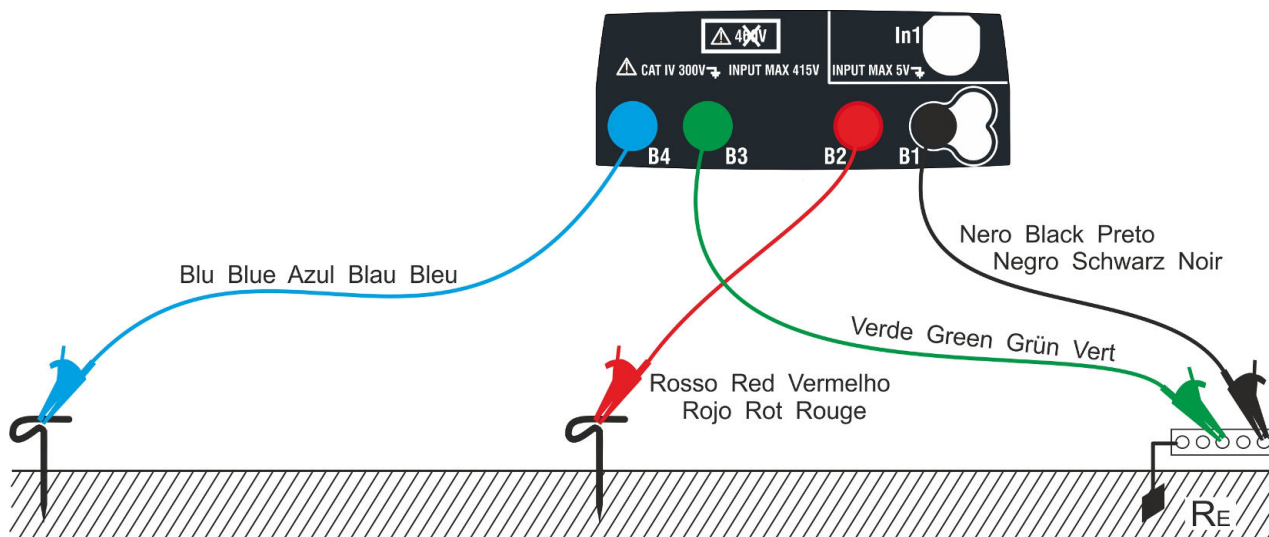
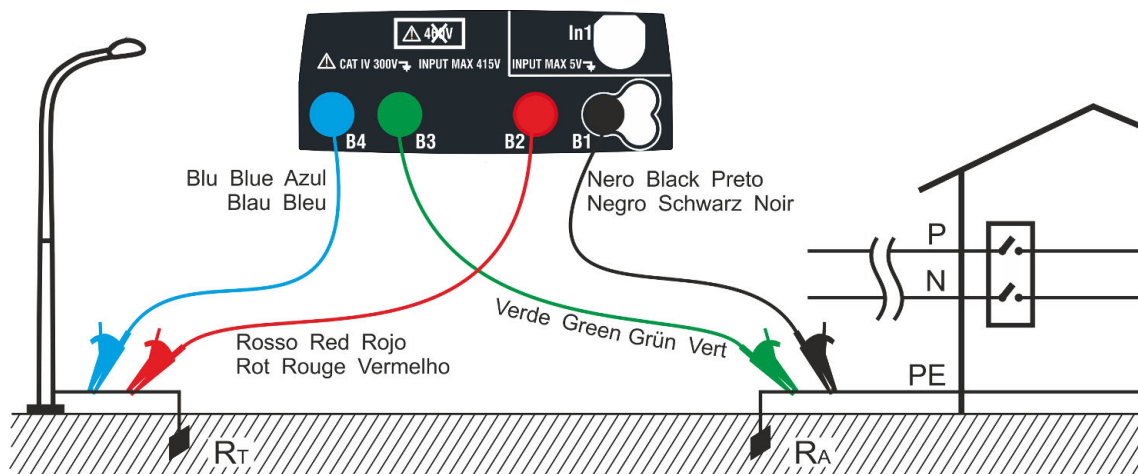
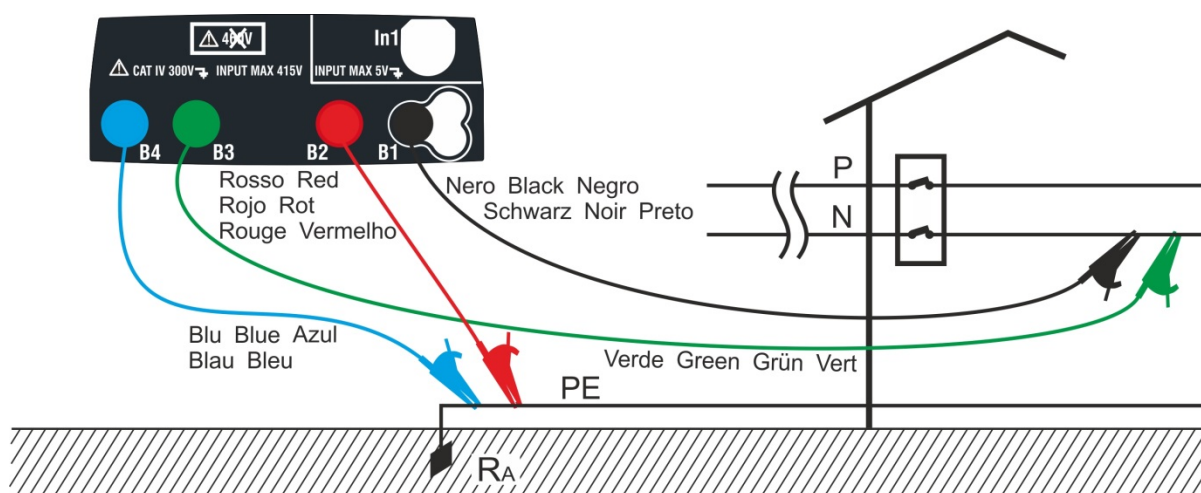

Fig. 28: Misura della resistenza di terra a 3 fili
Fig. 29: Misura della resistenza di terra a 2 fili con dispersore ausiliario
Fig. 30: Misura della resistenza di terra a 2 fili dal quadro di alimentazione
- 12 Collegare i coccodrilli ai dispersori ausiliari ed all'impianto in esame in accordo alla Fig. 28, Fig. 29, Fig. 30 o Fig. 31